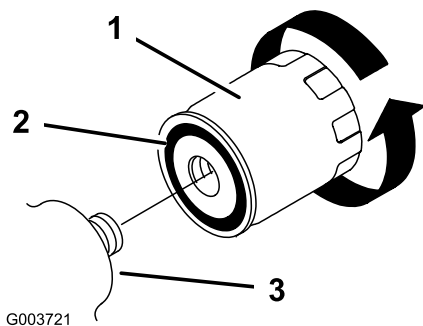

Bild 38
5. Entfernen Sie den alten Filter (Bild 38) und wischen Sie die Dichtfläche am Anbaustutzen ab.
6. Ölen Sie die Gummidichtung am Ersatzfilter leicht mit Frischöl ein (Bild 38).
7. Drehen Sie den Austauschfilter auf den Anbaustutzen auf (Bild 38). Ziehen Sie ihn nach rechts fest, bis die Gummidichtung den Anbaustutzen berührt. Ziehen Sie ihn dann um eine weitere 1/2 Umdrehung fester.